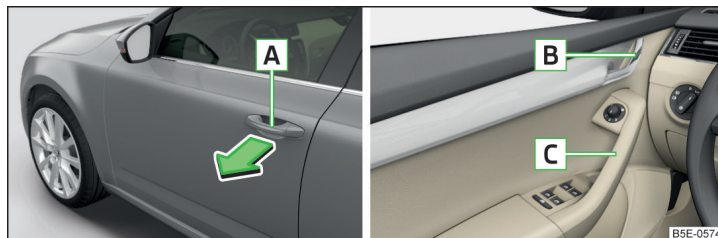

Fig. 55 Poignée de la porte / manette d'ouverture des portes
- › Pour l'**ouverture de l'extérieur**, déverrouillez le véhicule et tirez sur la poignée de la portière **A** dans le sens de la flèche » fig. 55.